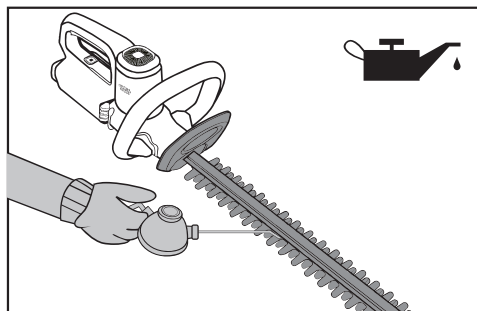

Рис. 7
- Смажьте лезвие легким машинным маслом. Перед смазкой убедитесь, что аккумуляторы извлечены. (Рис.7)